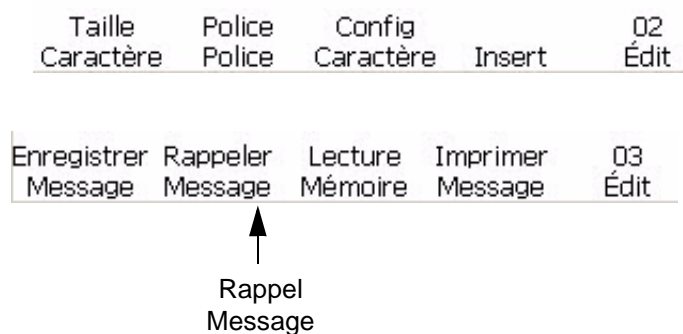

Figure 5-20: Cadre <03 Editer>
- 1 Commencer dans la Fenêtre <03 Editer> (01 Editer > 02 Editer > 03 Editer). Voir Figure 5-20 à la page 5-23.